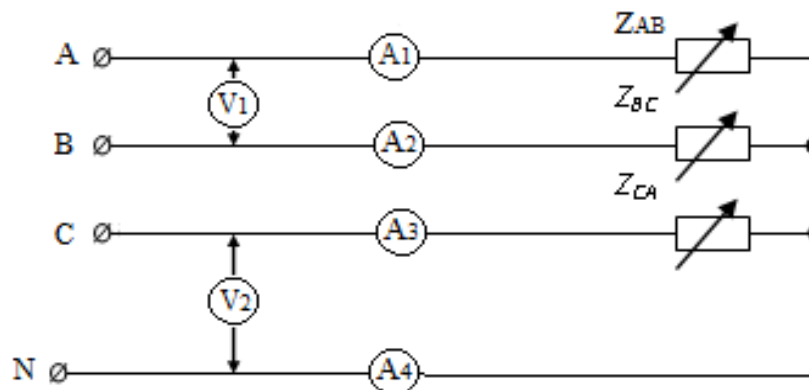

Рисунок 10.3 - Схема установки
- 3 схема установки рис. 10.3;